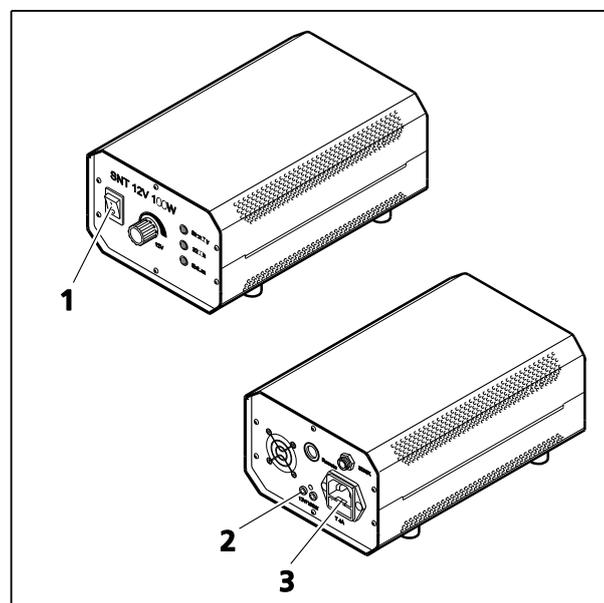

图 3-30 HAL 100 的外部电源装置（正面和背面）
- 将 HAL 100 照明器的三脚插头插入单独的外部电源装置（图 3-30/2）。
- 使用交流电源线将外部电源装置（图 3-30/3）的交流电源插孔连接到电源插座。
- 按下电源按钮（图 3-30/1）以打开或关闭 HAL 100 卤素灯。